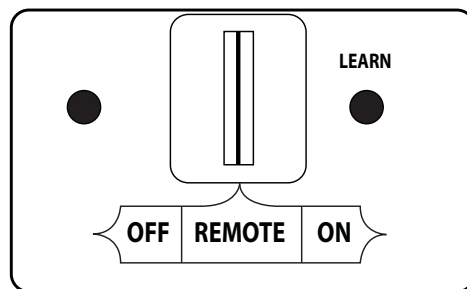

Fig. 38-2 Détail récepteur de télécommande (REMOTE)
1. Assurer la veilleuse est allumée. Ensuite, localisez le commutateur à 3 positions sur le récepteur de la télécommande (voir Fig. 38-2), Et faites glisser le commutateur sur la position **REMOTE**.